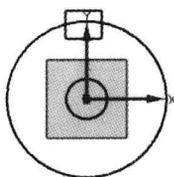

图 2.3 绘制矩形
(2) 选择下拉菜单 **插入(I)** → **曲线(C)** → **矩形(R)** 命令。粗略地绘制图 2.3 所示的矩形。